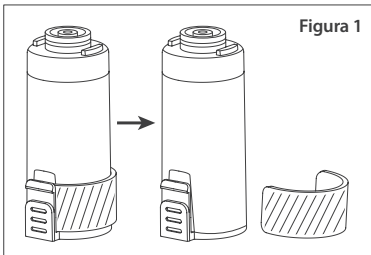
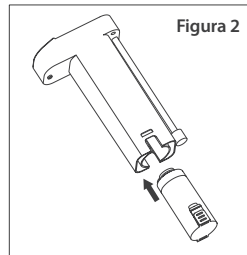

Figura 1
Figura 2
- Retire el paquete del filtro y el cartón (Figura 1), alinee las hebillas del filtro con las muescas de la unidad de bombeo de agua e inserte un filtro nuevo (Figura 2). Después de instalar el nuevo filtro en su lugar, la parte inferior del filtro estará alineada con la parte inferior de la unidad de bombeo de agua, y puede haber un ligero sonido mecánico.